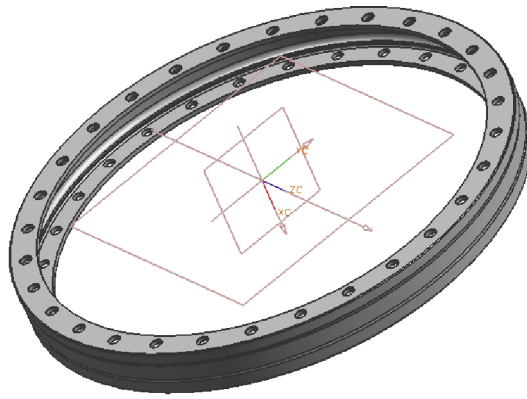
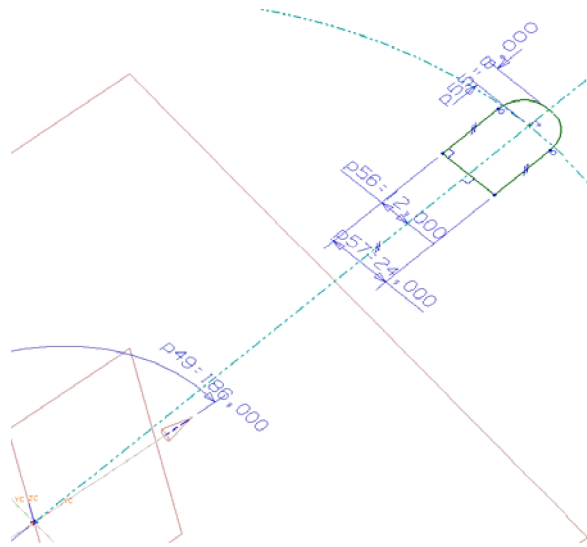

Рис. 65. Создание вспомогательной плоскости и оси
Рис. 66. Эскиз поперечного сечения выборки
6. Следует отметить, что данный вариант промежуточного кольца имеет незначительные отличия от варианта построенного выше и все построения для заданных размеров выполните аналогичным способ. Единственное существенное отличие – это наличие 30 выборок на фланцах. Для построения выборок создайте вспомогательную плоскость **Datum Plane** и **Datum Axis** в плоскости **YC-ZC** (плоскость переднего фланца кольца), как показано на Рис. 65. Создайте эскиз: **Insert** → **Sketch**. Выберите вспомогательную плоскость и нажмите **ОК**. Далее постройте сечение выборки, расставьте размеры и взаимосвязи, определяющие геометрию сечения. Законченный эскиз должен выглядеть, как показано ниже (Рис. 66).